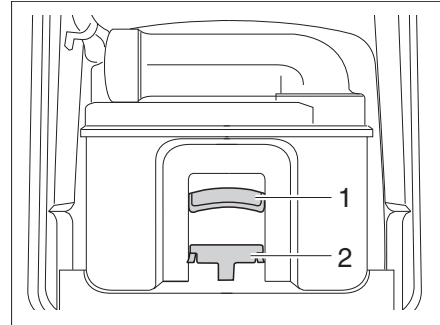

Fig. 355 Cassette Thetford
- Empujar el estribo de sujeción (Fig. 355,2) hacia delante para desbloquear el inodoro cassette y extraer el cassette con el tirador (Fig. 355,1).